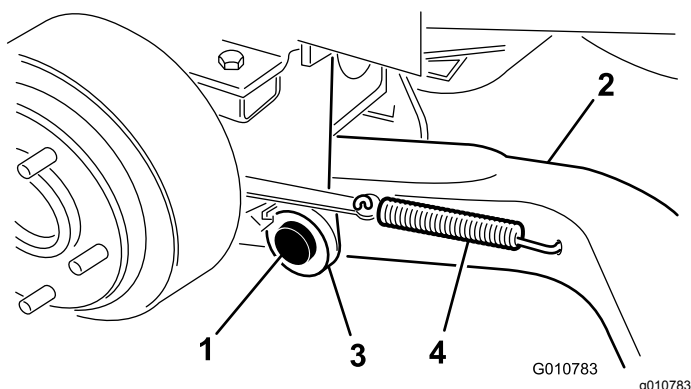

Figura 5
4. Monte un brazo de elevación (con el extremo de la articulación esférica hacia fuera) en el soporte de giro con un pasador de giro y una chaveta (5/32 x 1 3/4") (Figura 5).
6. Enganche el muelle de retorno del freno en el taladro del brazo de elevación (Figura 5).